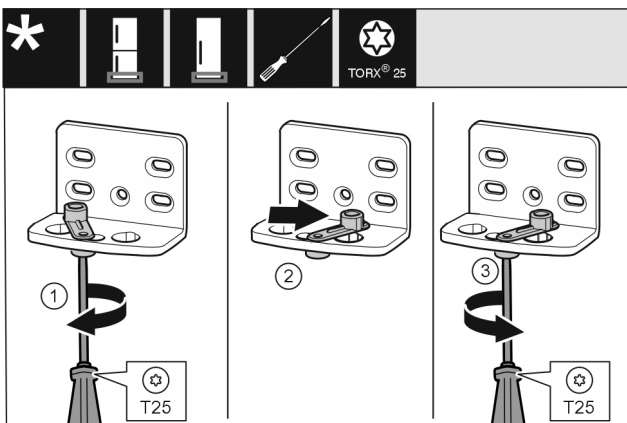

Fig. 14
- ▶ Allentare leggermente la vite Fig. 14 (1) con un cacciavite.
- ▶ Sollevare l'ausilio di chiusura della porta Fig. 14 (2) e ruotarlo nel foro di 90° a destra.
- ▶ Stringere la vite Fig. 14 (3) con un cacciavite.